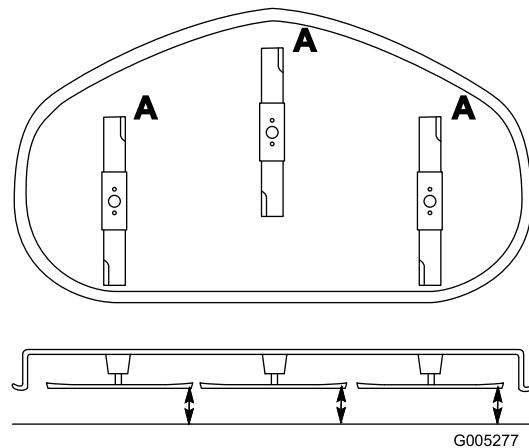

Figura 34
1. Gire las cuchillas hasta que los extremos estén orientados hacia adelante y hacia atrás (Figura 34). Mida desde una superficie nivelada hasta el filo de corte, posición 1,5, de las cuchillas (Figura 34). Anote esta dimensión.